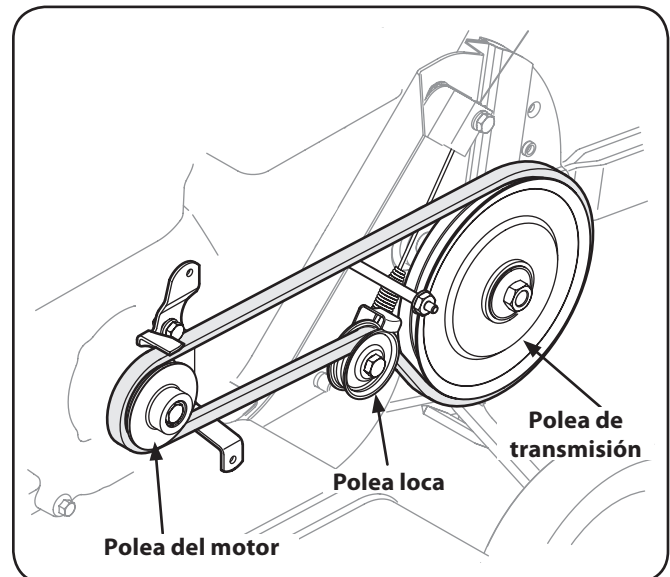

Figura 7-4
6. Para instalar la nueva correa, siga las instrucciones en orden inverso y consulte la Figura 7-4. Asegúrese de colocar el lado más ancho de la correa lejos de las poleas del motor y de transmisión.
NOTA: Al volver a armar, asegúrese de que el guardacorreas de la polea loca quede tal como se muestra en la Figura 7-4. Observe la muesca en la parte inferior del guardacorreas y la alineación cuando vuelva a armar con la correa nueva.